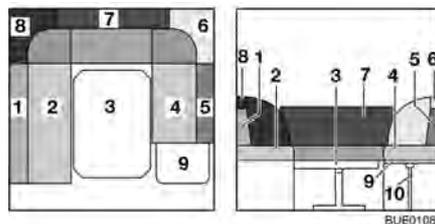

Fig. 90 Pendant la transformation
- Insérer le support (Fig. 90,10) dans le logement de la rallonge du coffre de banquette.
- Retirer les coussins de dossier (Fig. 90,1, 5, 6, 7 et 8) et les placer de côté.